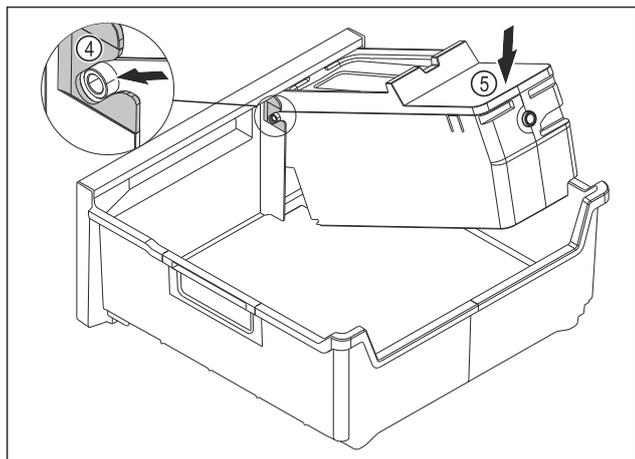

Fig. 93
- ▶ Montare il corpo dell'EasyTwist-Ice: Inserire gli assi del corpo dell'EasyTwist-Ice nelle guide Fig. 93 (4).
- ▶ Spingere il corpo dell'EasyTwist-Ice Fig. 93 (5) posteriore verso il basso.